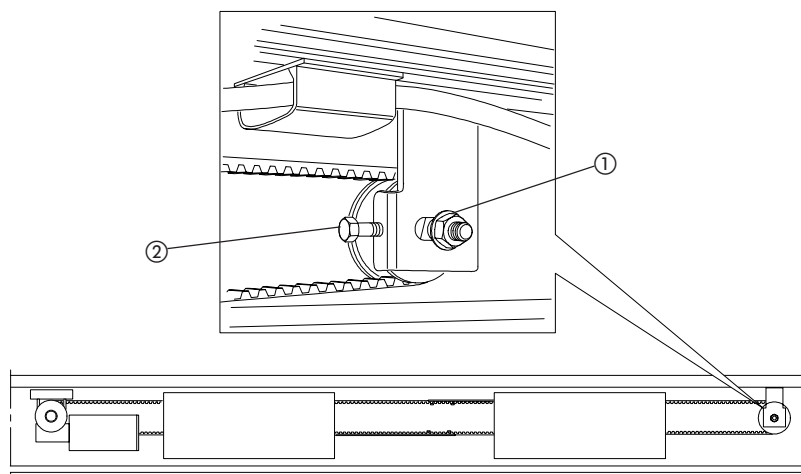

fig. 33
- Afloje la tuerca (fig. 33 ref. ①).
- Atornille el perno (fig. 33 ref. ②) para tensar la correa o bien destornillarlo para aflojarla.